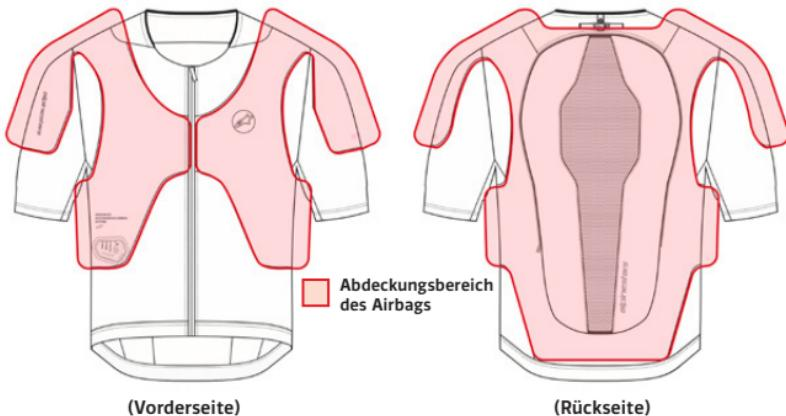

Abbildung 2: Abdeckungsbereich des Airbags (11)
Das System ist mit einem Airbag (11) ausgestattet, der die in Abbildung 2 dargestellten Bereiche abdeckt und den Motorradfahrer, der das System trägt, bei einem Unfall oder anderen auslösenden Ereignissen schützt. Der Schutz, den das System bieten kann, unterliegt gewissen Einschränkungen, die weiter unten in diesem Benutzerhandbuch erläutert werden (Abschnitt 4, „Nutzungsbeschränkungen“).
WARNUNG! Das System bietet nur einen begrenzten Aufprallschutz gegen Kräfte in den Bereichen, die vom Airbag (11) abgedeckt werden, wie in Abbildung 2 dargestellt. Es kann nicht garantiert werden, dass das System Verletzungen (einschließlich schwerer oder tödlicher Verletzungen) innerhalb und/oder außerhalb der Abdeckbereiche des Airbags (11) oder des Schutzbereichs verhindert.